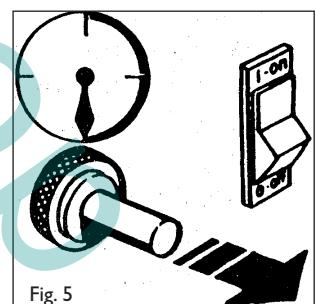

Fig. 5
- Quando o aparelho está aceso, manter o botão da valvula carregado durante 10 segundos (Fig. 5).